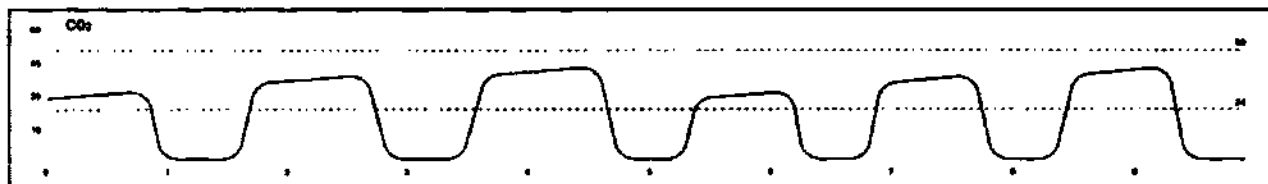

Рисунок 8.5 – Кривая капнограммы
- 4 Проконтролируйте форму капнограммы (см. рисунок 8.5).